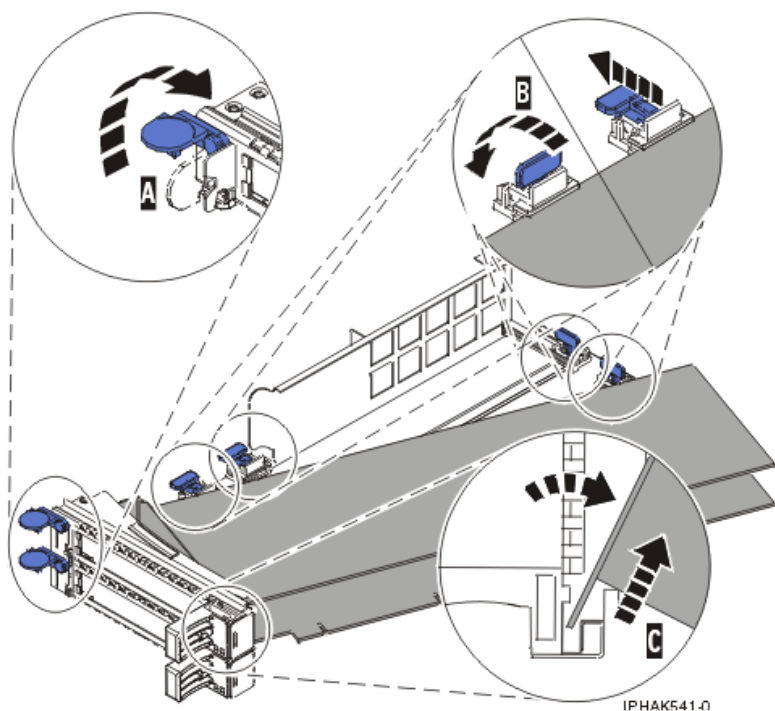
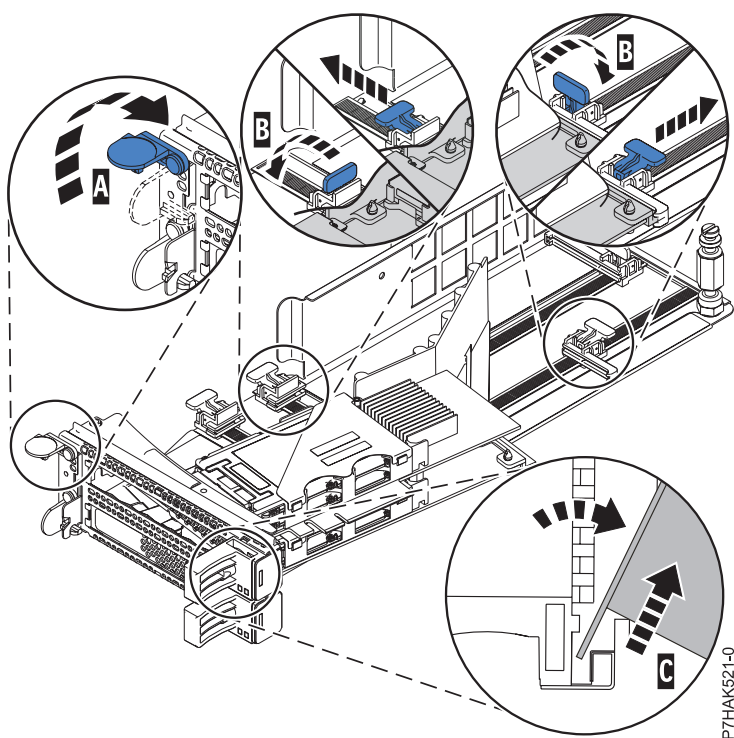

Figura 93. Adaptador que se ha quitado de la casete de adaptadores PCI
Figura 94. Adaptador RAID PCIe y SAS SSD extraído de la casete de adaptador PCI
- d. Desatornille el pivote (C) y colóquela en un lugar seguro.
- a. Desbloquee las piezas de retención del adaptador (B) rotando los clips de retención (A) a la posición horizontal. Consulte la sección Figura 93 en la página 102. Si está extrayendo un adaptador RAID PCIe y SAS SSD, consulte Figura 94 en la página 102.